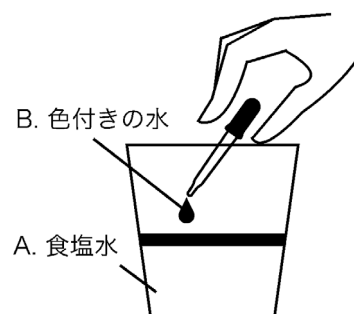

図1
- (1)プラコップ A に水 100mL と食塩 3g を入れ、割り箸でよく混ぜ合わせます。
- (2)プラコップ B に、50mL の水とインクを入れ、割り箸でよく混ぜ合わせます。
- (3)スポイトでプラコップ B の水を取り、すこしずつプラコップ A の食塩水の上にたらし、着色した水が沈まずに、食塩水の上にはっきりと層をつくっているようを観察します。（図 1）